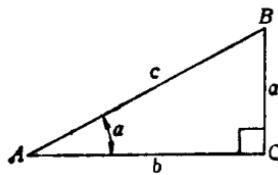

图 1-1
1. 直角三角形的计算公式(图1-1)
① 三角函数计算公式